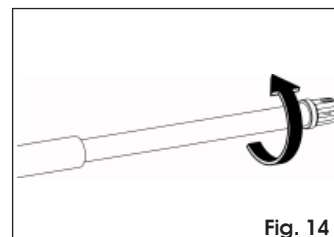

Fig. 14
- Rotare di mezzo/ un giro lo stelo dell'operatore in senso orario, Fig. 14, in modo da far rientrare lo stelo.